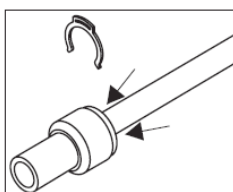

Fig. 2
- 2) Appuyer sur la bride du connecteur rapide (Fig.2).